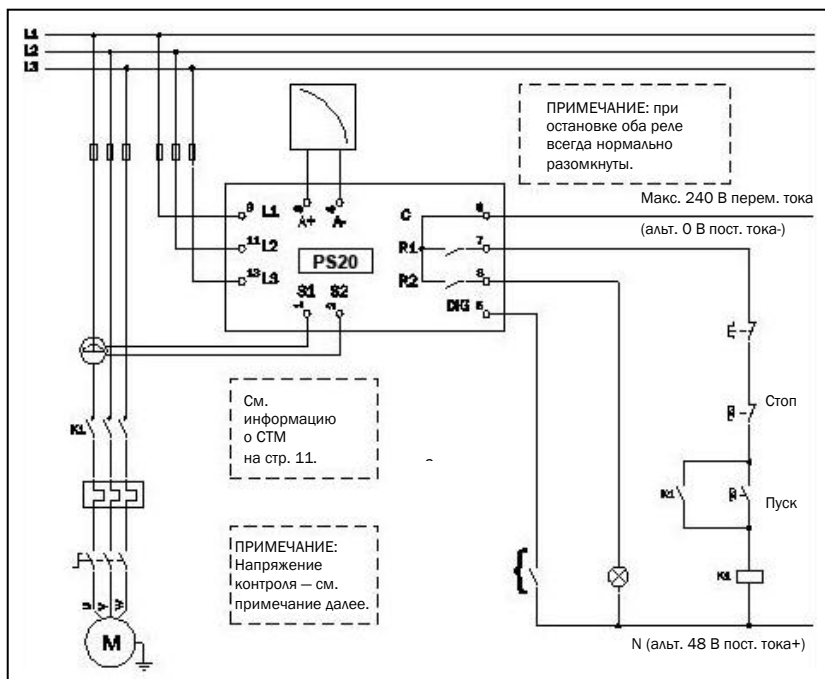
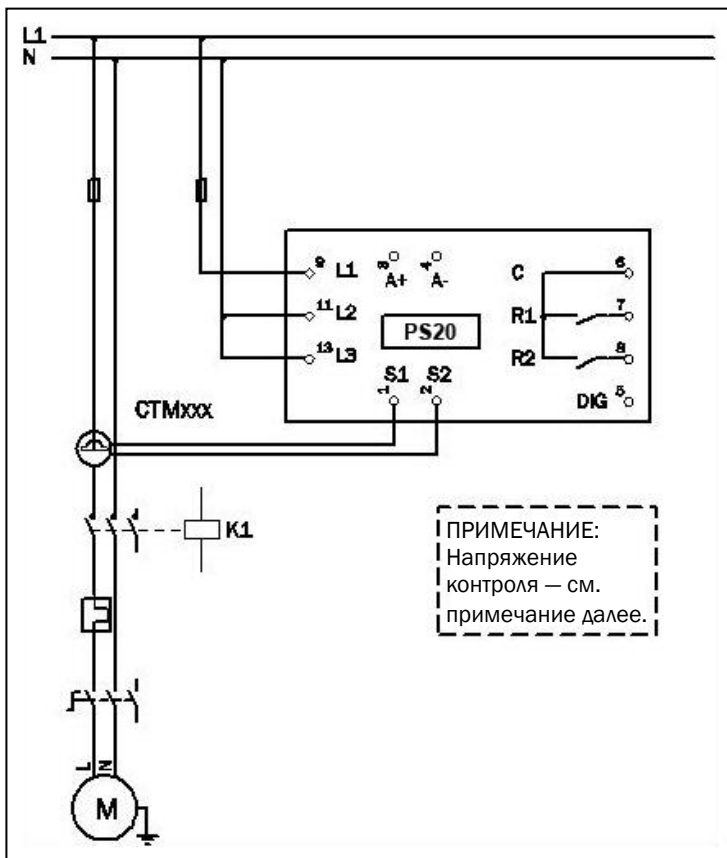

Рис. 1 Пример соединения
Рис. 2 Пример однофазного соединения.
1. Подключите ИТТ Goulds Pumps PS20, как указано в главе 5 и рис. 1.
На следующей электрической схеме приведен пример подключения PS20 для управления цепью пуска/останова трехфазного двигателя, рис. 1. Подключение к однофазному двигателю описано в руководстве далее, (рис. 2) как и необходимые изменения программирования для данного применения. Настройкой по умолчанию для PS20 является 3-фазный двигатель.
1. Трансформатор тока СТМxxx нужно установить на ту же фазу, которая подключена к клемме 9, фаза L1, см. рис. 1. Невыполнение этого требования приведет к тому, что монитор не будет работать.
2. Для однофазного соединения см. рис. 2.
Примечание: Трансформатор тока (СТМxxx) нужно установить на ту же фазу, которая подключена к клемме 9, фаза L1, см. рис. 1.
ПРИМЕЧАНИЕ: Если пуск/останов подключен согласно рис. 1, рекомендуется обойти клеммы 6 и 7 во время программирования. После окончания программирования перемычку необходимо убрать. Убедитесь, что диапазон напряжения контроля, напр. 3х380-500 В перем. тока, соответствует напряжению подключенного двигателя/фаз, напр. 3х 400 В.
Этот пример показывает проводные соединения, необходимые для однофазных двигателей. См. рис. 1 с остальными проводными соединениями.
ПРИМЕЧАНИЕ: На рис. 2 убедитесь, что диапазон напряжения контроля, напр. 1x100-240 В перем. тока, соответствует напряжению подключенного двигателя/«фаза – нейтральный», напр. 1x 230 В.
Цифровой входной сигнал использует клеммы 5 (цифр.) и 6 (С - соединение). Можно использовать сигнал переменного либо постоянного тока. Подключите «+» к клемме 5 (цифр.) и «-» к клемме 6 для сигнала постоянного тока. При использовании постоянного тока следите за полярностью. См. также рис. 1 и клемму 6: Макс. 240 В перем. тока (или 0 В пост тока -) и на клемме 5: N (или 48 В пост. тока +). См. также главу 9, «Расширенные функции».